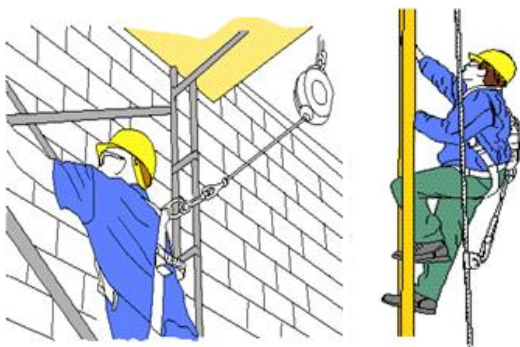

Fig. 6
- El cordón puede ser autoretráctil para permitir libertad de movimientos pero que proteja al trabajador en caso de caída. La correa se mueve con el trabajador, desenrollándose cuando la persona se aleja y retrayéndose cuando el trabajador se acerca. Véase fig. 6 Si el trabajador cae, el carrete se bloquea, lo que restringe la distancia de caída a <0,6 m. El cordón puede conectarse con conectores adecuados a una línea de vida vertical u horizontal.